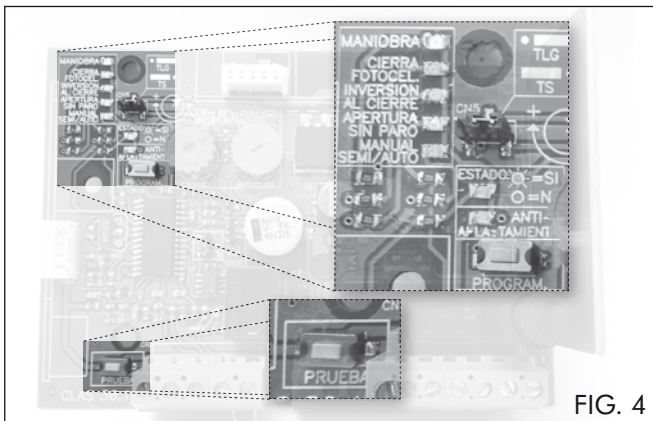

FIG. 4
3.2.2. Presione sucesivamente la tecla «PRUEBA» (ver fig. 4) hasta alcanzar la opción deseada: